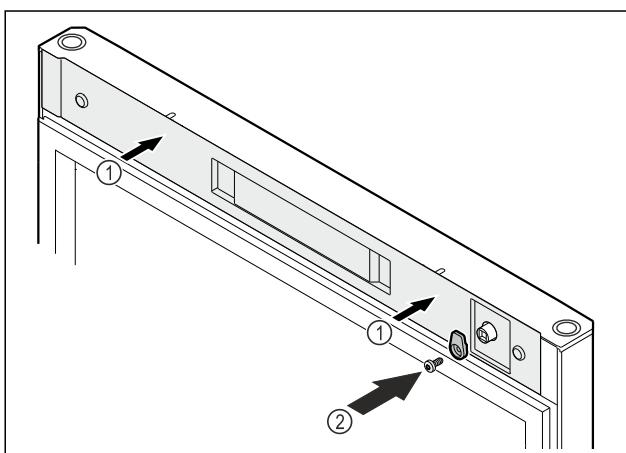

Fig. 54
- Τοποθετήστε το κάλυμμα Fig. 54 (1).
► Βιδώστε το άγκιστρο κλεισμάτος Fig. 54 (2).